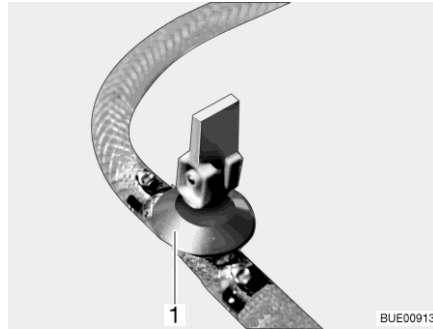

Fig. 230 Llave de desagüe
- Cerrar la(s) llave(s) de desagüe. Colocar para ello el balancín (Fig. 230,1) en posición horizontal.
- Abrir la(s) llave(s) de desagüe (Fig. 230). Colocar para ello el balancín (Fig. 230,1) en posición vertical. La caldera se vacía hacia fuera.